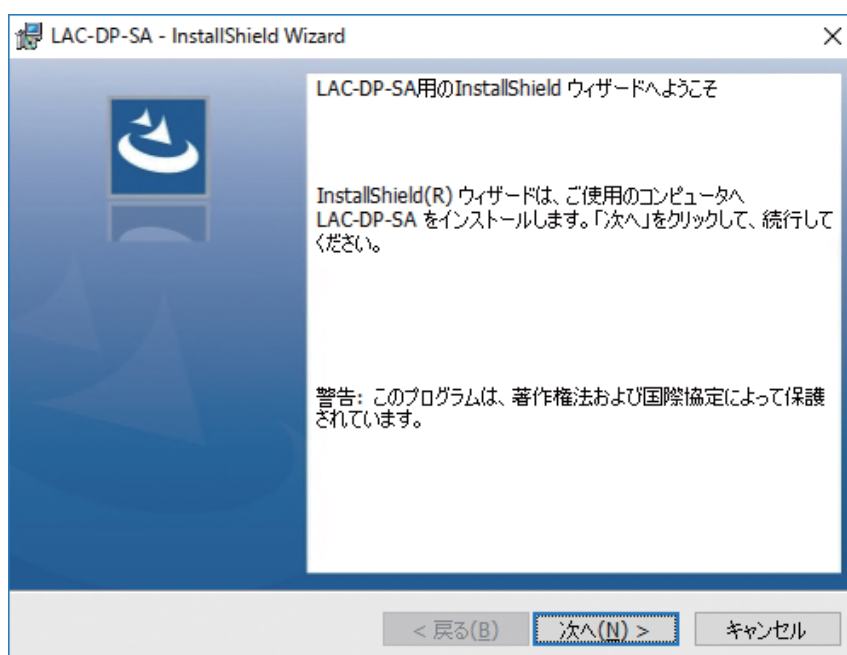

図4-1-1
LAC-DP-SAのCD-ROMをコンピュータのCDドライブ(DVDドライブ)にセットしてください。CDが自動的に読み込まれ、インストールウィザード(図4-1-1)が起動します。
- ・ [戻る(B)]をクリックした場合、図4-1-1に戻ります。